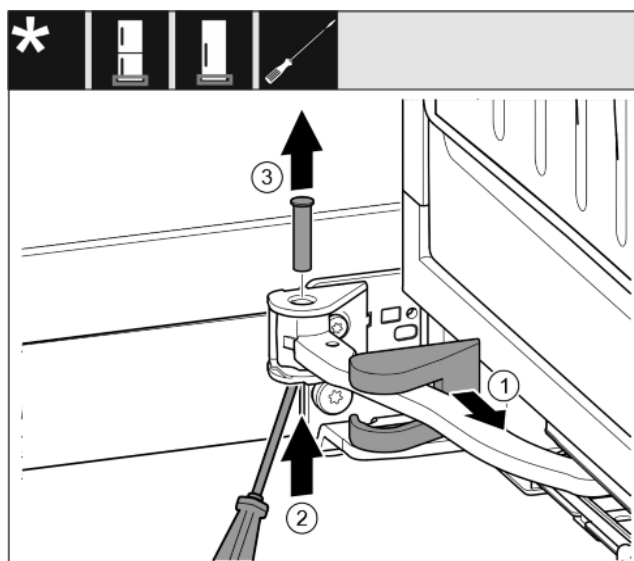

Fig. 12
- ▶ Desprindeți capacul suportului de lagăr și deplasați-l de-a lungul articulației. Fig. 12 (1)
- ▶ Ridicați de jos bolțul cu degetul sau șurubelnița. Fig. 12 (2)
- ▶ Aplicați șurubelnița sub capul bolțului și extrageți. Fig. 12 (3)